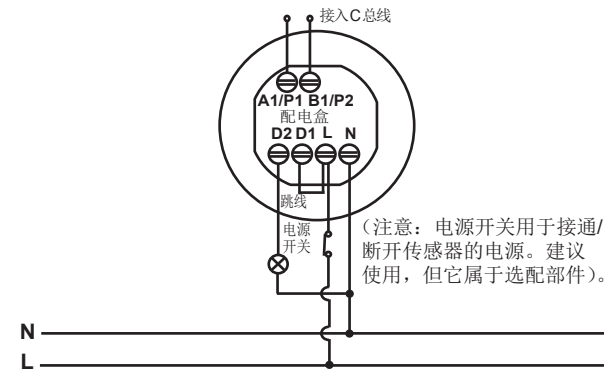
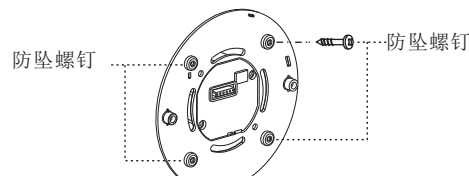

图 4
图 20
- C 总线信号控制的操作 (见图 4，确保相应设置滑动开关，见第 4.2.1.2 节以及图 20 和图 21)。
3.3.4.4 将四颗防坠螺钉插入传感器固定板上对应的螺钉孔。在此之后，这四颗螺钉不会坠落，从而便于进行后续安装（见图 20）。